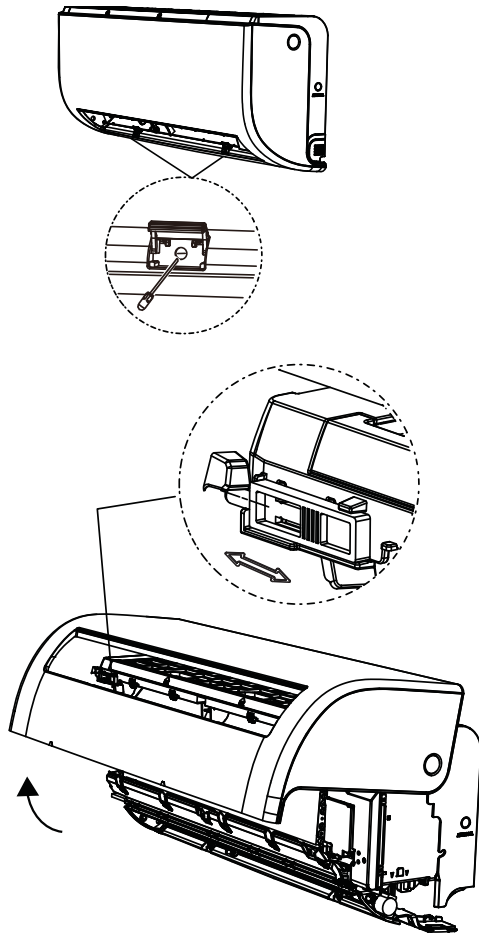

Fig. 15 – Position du panneau
- b. Ouvrez et bloquez le panneau en place. Dévissez d'abord les deux vis (voir figure 15), ouvrez le panneau, puis bloquez-le à l'aide du verrou.